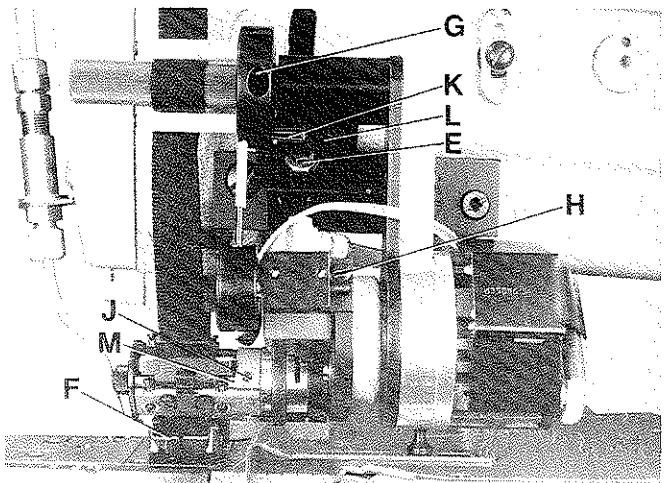
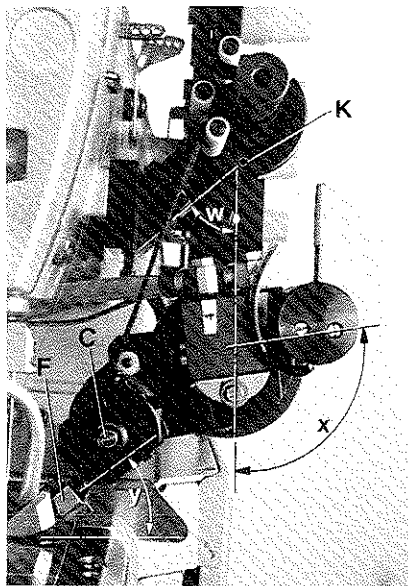

Fig.47
Fig.48
Set the metering device and cutter assembly so that the cuff and heel tape will be fed with equal clearance right and left into the tape guide (F, Fig. 47) on presser foot. After loosening screw (E, Fig. 47), the metering device and cutter assembly can be moved to the right or left as required. Retighten screw.
The correct position of roller (C, Fig. 48) with respect to the presser foot is set by changing angles (w and x, Fig. 48). After loosening screw (G, Fig. 47) angle (w, Fig. 48) and after loosening screw (H, Fig. 47) angle (x, Fig. 48) can be changed accordingly. Make sure while making this setting that roll pin (K, Fig. 47) rests on support bracket (L). Retighten screws (G and H).
Angle (y, Fig. 48) for correctly guiding the cuff and heel tape into the tape guide (F, Fig. 48) on presser foot can be set after loosening the two screws (J, Fig. 47) and rotating the knife holder assembly (M) accordingly. Retighten screws (J).
Stellen Sie das komplette Bandzumeßgerät mit Schere so, daß das Hosenstoßband rechts und links mit gleichem Abstand in die Bandführung (F, Fig. 47) am Drückerfuß transportiert wird. Nach Lösen der Schraube (E, Fig. 47) kann das komplette Bandzumeßgerät mit Schere nach Bedarf nach rechts oder links geschoben werden. Ziehen Sie die Schraube wieder an.
Die richtige Lage der Walze (C, Fig. 48) im Bezug zum Drückerfuß wird durch Verändern der Winkel (w und x, Fig. 48) eingestellt. Nach Lösen der Schraube (G, Fig. 47) kann der Winkel (w, Fig. 48) und nach Lösen der Schraube (H, Fig. 47) kann der Winkel (x, Fig. 48) entsprechend verändert werden. Beachten Sie, daß bei dieser Einstellung der Spannstift (K, Fig. 47) am Lagerbock (L) anschlägt. Ziehen Sie die Schrauben (G und H) wieder an. Der Winkel (y, Fig. 48) zum richtigen Einführen des Hosenstoßbandes in die Bandführung (F, Fig. 48) am Drückerfuß kann nach Lösen der beiden Schrauben (J, Fig. 47) und entsprechendes Verdrehen des kompletten Messerhalters (M) eingestellt werden. Ziehen Sie die Schrauben (J) wieder an.